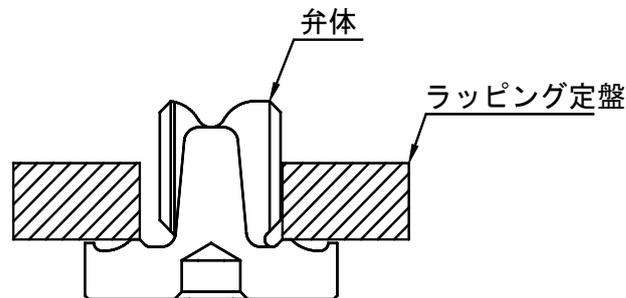

図10 弁体摺り合わせ
- (1) 水平にしたテーブル上に弁体を固定する。
- (2) コンパウンド#600(ラッピングオイルでよく練られたもの)をラッピング定盤に薄く均一に、塗布し、図10のように弁体の上にラッピング定盤を置き軽く押えて摺り合わせを行う。